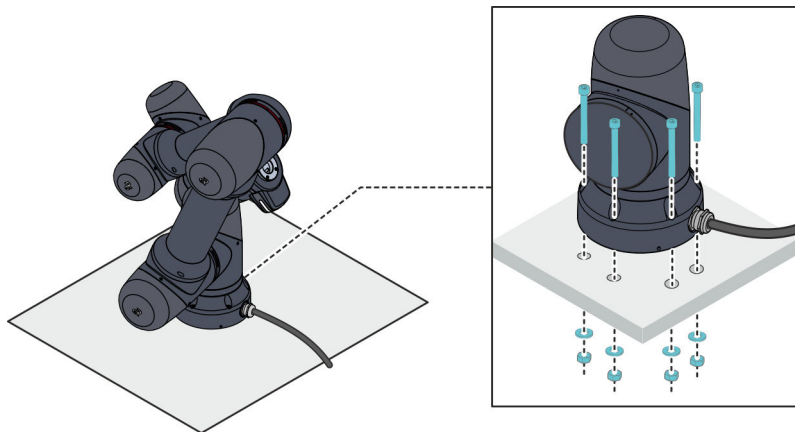

Abb. 94 Schraubverbindung lösen (Teil 1)
Mit dem Steckschlüssel maximal 4 Kontermuttern (M8) an der Tischunterseite gegen den Uhrzeigersinn lösen **Abb. 94**.
- Sicherstellen, dass exakt die in **Abb. 94** dargestellten Schrauben gelöst werden.
04. Die zugehörigen 4 Unterlegscheiben und Schrauben vom Roboterfuß entfernen **Abb. 94**.